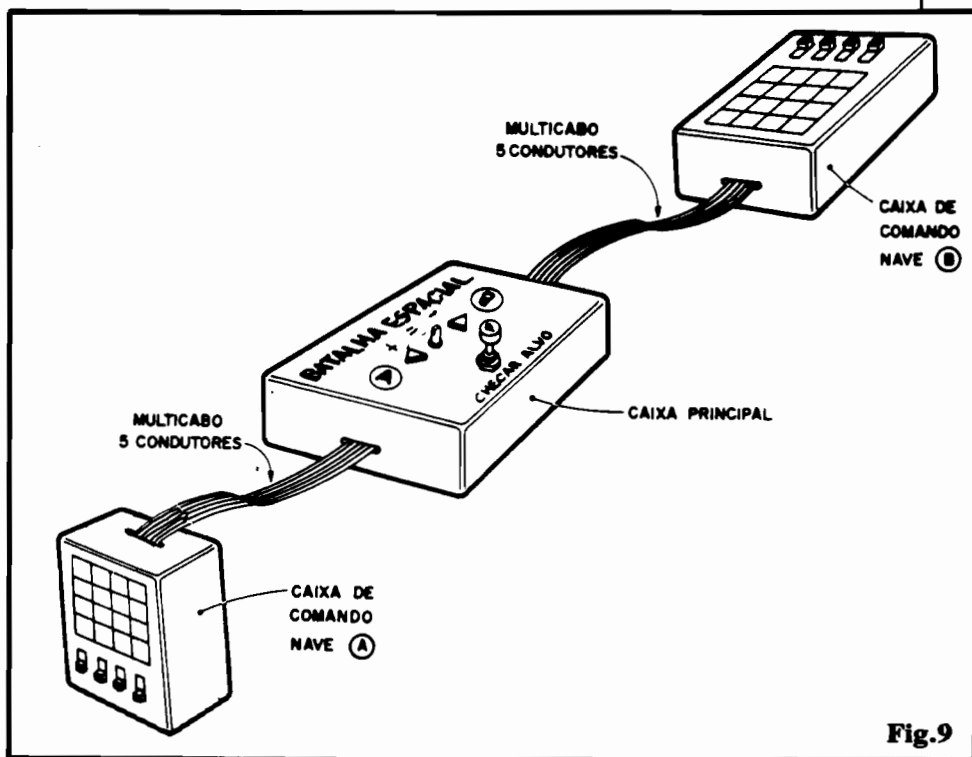

Fig.9
- - Multicabo (5 condutores), necessário para algumas das opções de lay out final da montagem (ver fig. 9)
- **FIG. 9 - VERSÃO MAIS SOFISTICADA PARA O ACABAMENTO** - Sempre tem os Hobbystas mais "caprichosos", que gostam de dar um "ar" profissional às suas montagens... Para esses, damos a sugestão da fig. 9, com os painéis de jogo destacados e individualizados, interligados à caixa "mãe" através de multicabos de 5 condutores (basta uma "olhada" mais atenta ao "chapeado" da fig. 5 para entender o **porquê** dos 5 condutores...). Nessa configuração, os painéis/interruptores individuais poderão ser acondicionados em caixinhas bem "maneiras" e elegantes, que ficam na mão do jogador... Circuito, pilhas, LEDs e **push-button** de "CHECAR ALVO", ficam na caixa principal (a disposição básica seria a mesma da fig. 8). Quem quiser "avançar" ainda mais na concepção prática do **lay out** do jogo, poderá até dotar os multicabos de conetores múltiplos, de modo que, ao guardar o conjunto, as "caixas de comando" da nave "A" e "B" possam ser completamente desligadas da "central", compactando o conjunto... Tais detalhes e sofisticções, contudo, ficam por conta da habilidade, criatividade e gosto de cada Leitor...